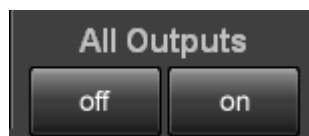

図4.4-1 All Outputs ボタン
1. 図 4.4-1 の [on] をタッチします。
1. 図 4.4-1 の [off] をタッチします。